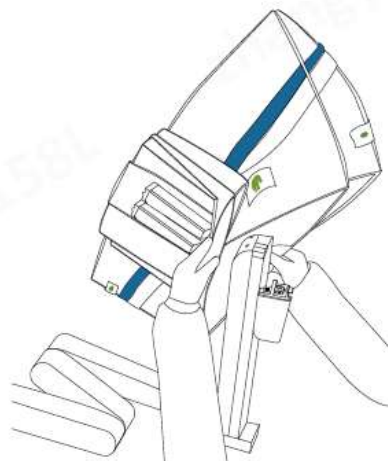

Рисунок 2.5. Установка накидки стерильной для кронштейна для инструментов
5. Осторожно натяните чехол на роботизированный манипулятор так, чтобы узел изоляционной панели свисал с переднего конца роботизированного манипулятора. (Рисунок 2.5)